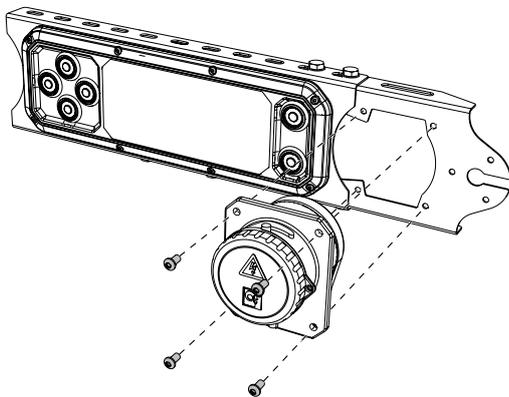
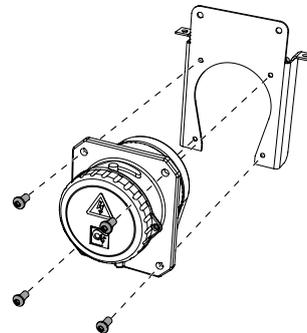

Figura 54. Montaje del interruptor principal junto al dispositivo de mando CD 19
Figura 55. Montaje del interruptor principal en un soporte universal
1. Montar el interruptor principal en el soporte junto al dispositivo de mando CD 19 o en cualquier lugar bien protegido con un soporte universal, véase Figura 54 y Figura 55.